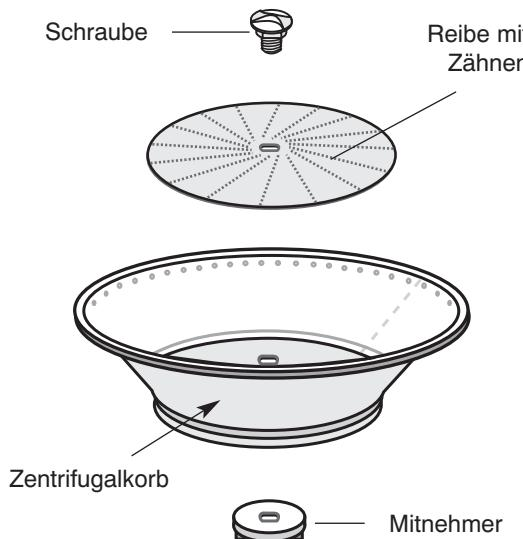

Abb. 11
- Zur periodischen Reinigung können die Korbteile entfernt werden, indem der Mitnehmer abgeschraubt wird (Abb. 11).
In umgekehrter Reihenfolge wieder zusammenbauen (Abb. 11) und dabei auf die richtige Befestigung achten.